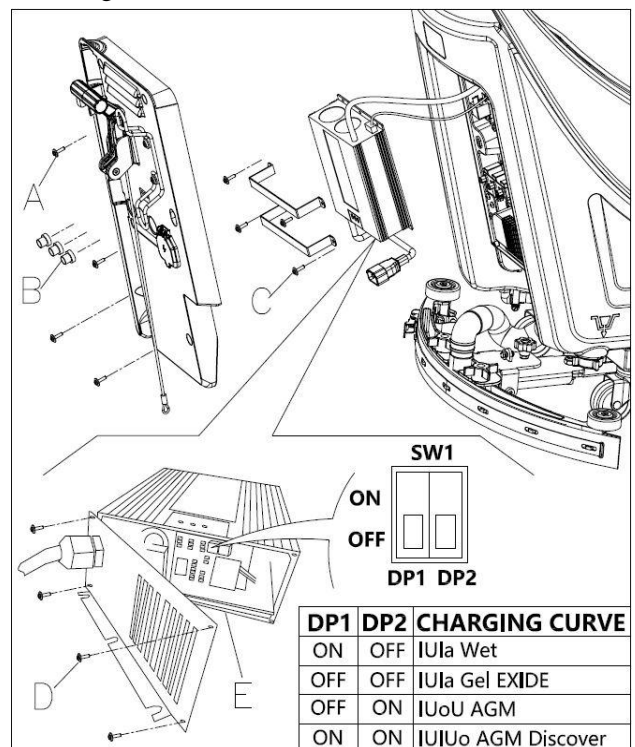

Figure 4.1
7. Retirer les vis (A, B, C, D, Figure 4.1).
8. Ouvrir le chargeur et localiser sw1(E, Figure 4.1).
9. Régler les commutateurs selon le tableau de (Figure 4.1).
10. Installer les vis (A, B, C, D, Figure 4.1) après le réglage complet.